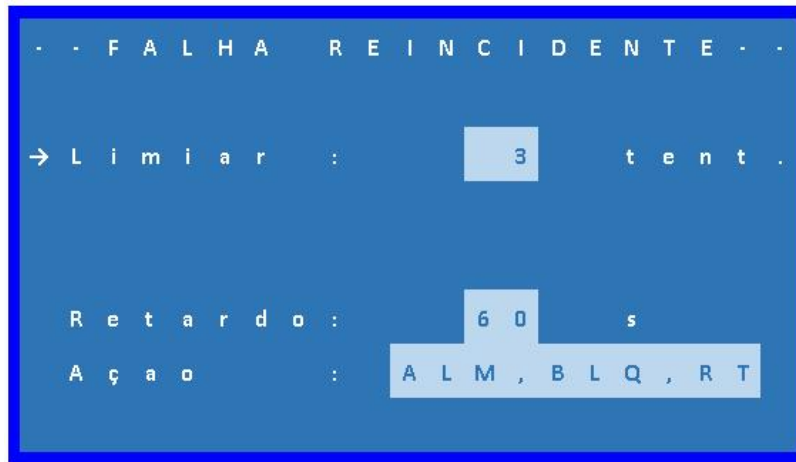

Figura 30 - Inversor: Falha Reincidente
**REINCIDENTE**, que mantém o Inversor bloqueado até a intervenção do operador. Quando o inversor é bloqueado por este alarme, o equipamento mantém retido o evento que originou a reincidência, para que o operador tome ciência do ocorrido. Para reestabelecer o equipamento, é preciso reconhecer o alarme, pressionando o botão RESET na IHM e, ligar o subsistema Inversor novamente (ver item 5.2 LIGAR / DESLIGAR SUBSISTEMAS ). A quantidade de tentativas (**Limiar**), o **Retardo** e a **Ação** são configuráveis no menu Avançado > Inversor > Falha Reincidente, conforme Figura 30.